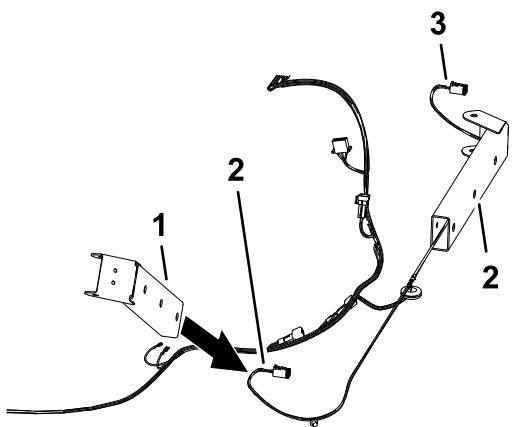

Bild 10
- Montieren Sie die zwei Befestigungen der Arbeitsscheinwerfer am Kabelbaumzweig (112 cm) und Kabelbaumzweig (99 cm), wie in Bild 10 abgebildet.